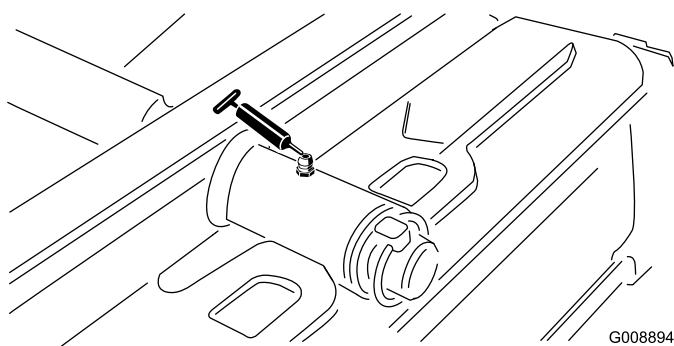

Figure 44
- Pivot de plateau de coupe arrière (Figure 44)